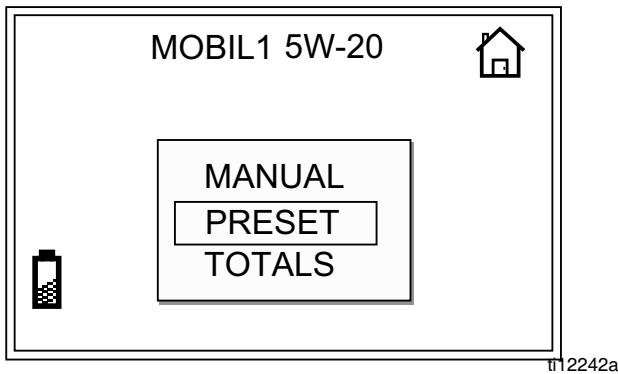

ABB. 24
1. Wählen Sie aus dem Startbild (HOME) mit der AUFWÄRTS- bzw. ABWÄRTS-Pfeiltaste den Menüpunkt PRESET ((ABB. 24) aus.